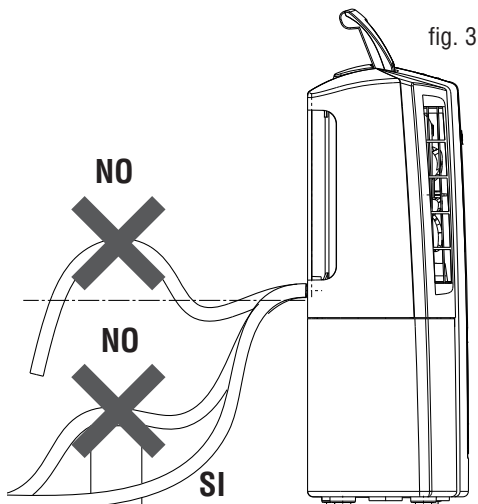

fig. 3
- 3) Fare attenzione che il tubo non superi mai l'altezza del beccuccio. In caso contrario l'acqua resterà nella tanica; verificare inoltre che il tubo non sia strozzato (fig. 3).